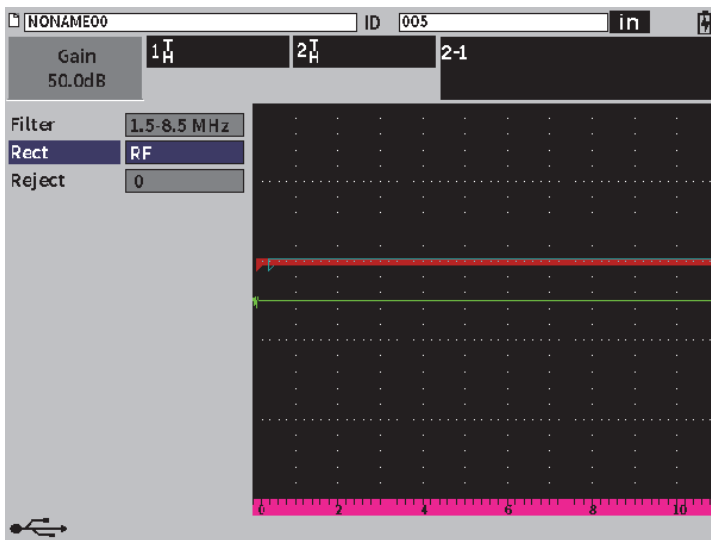

图 11-42 接收器对话框
(参见第213页的图 11-42)。
- 按两下退出键，退出设置菜单，并在实时A扫描中查看回波到回波测量（参见第213页的图 11-42）。